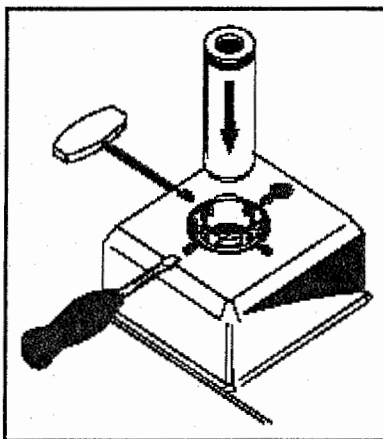

Figura 4. Dibujo del cilindro de moldear.
3. Inserte el cilindro de moldear hasta que asiente a nivel con la parte superior del cierre (ver figura 4).